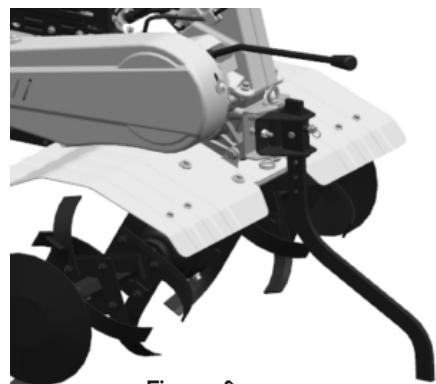

Figure 6
- Ajustați înălțimea patinei pentru a regla adâncimea de lucru a solului. Pentru a mări adâncimea, coborâți maneta; pentru a o reduce, urcați-o (vezi fig. 6).